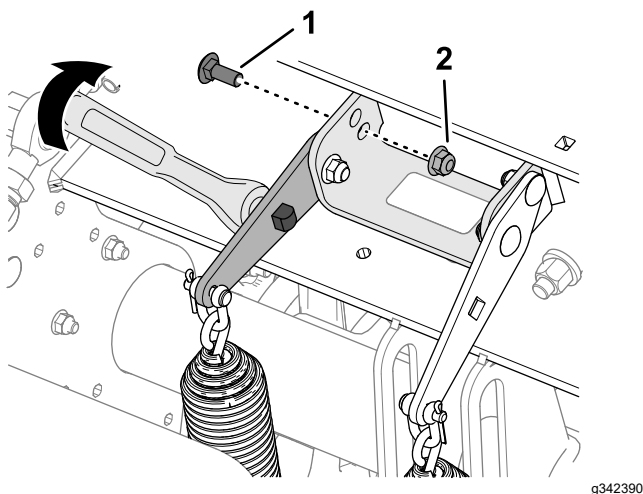

Figura 110
4. Insira uma lingueta ou braço de força de ½ pol. no orifício quadrado da placa da mola tensora (Figura 110).